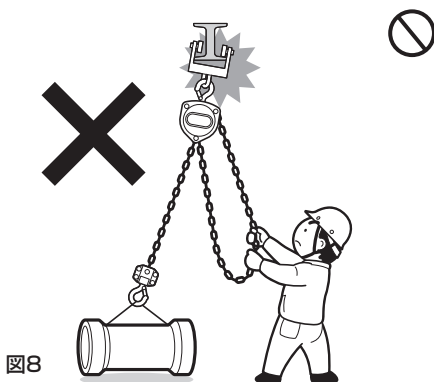

図8
- (1) 据え付けは、専門知識のある人以外絶対に行わないでください。
- (2) トロリを設置する場所に十分な強度があることを確認してください。
- (3) 定格荷重を超える荷は、絶対につらないでください。
- (4) 損傷を受けたり、異音がするトロリを使用しないでください。
- (5) 斜め引きをしないでください。（荷の真上にトロリを移動させてからつり上げてください。）
- (6) 斜め引きは、トロリに無理な力がかかります。トロリの真下でつってください。図8